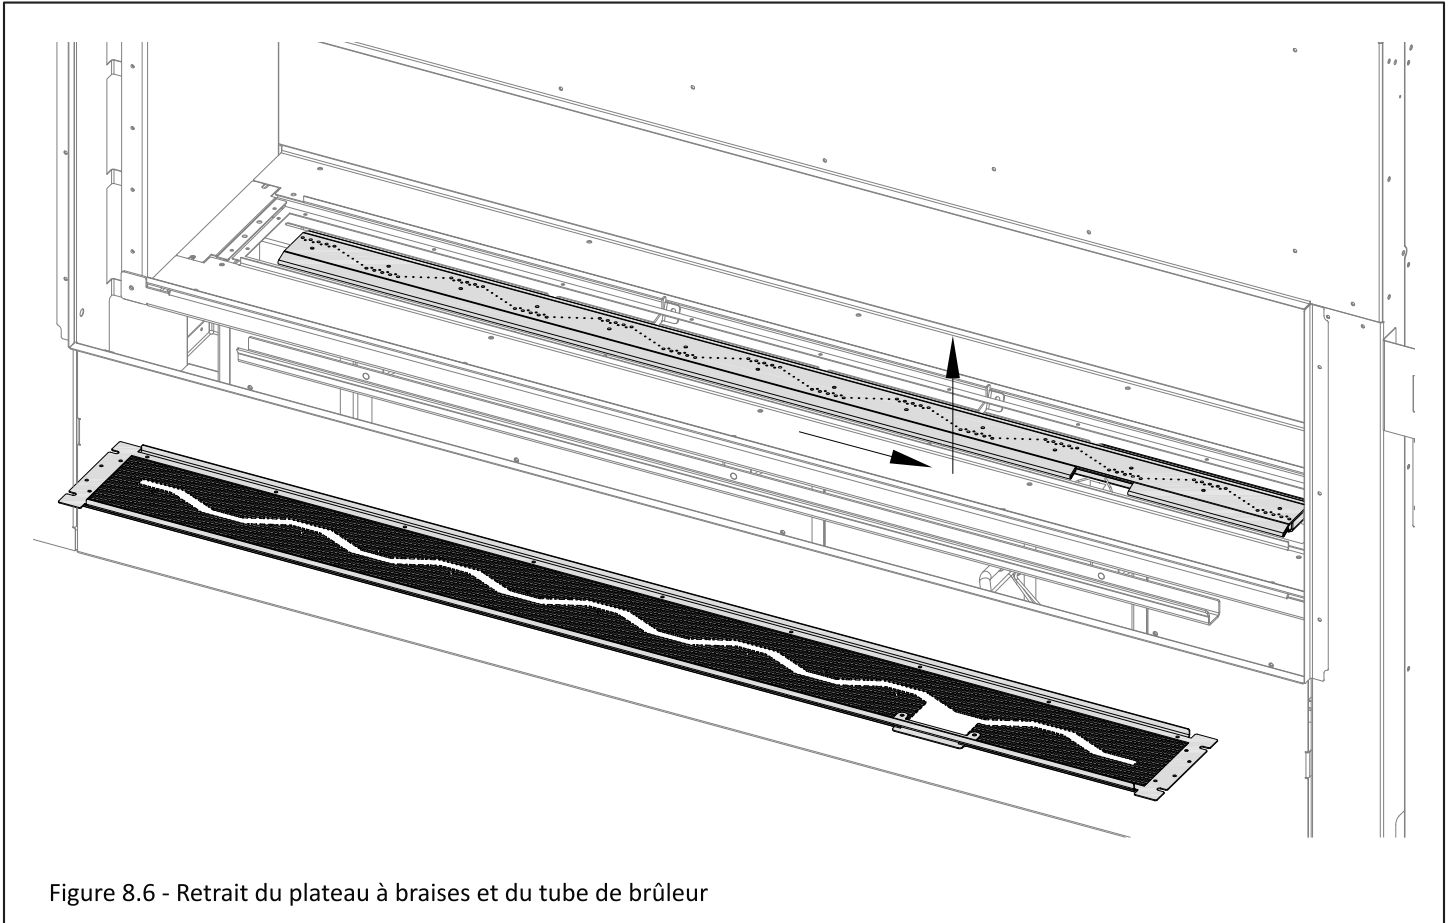

Figure 8.6 - Retrait du plateau à braises et du tube de brûleur
3. Pour réinstaller, inversez les étapes ci-dessus. Voir la Figure 8.6.